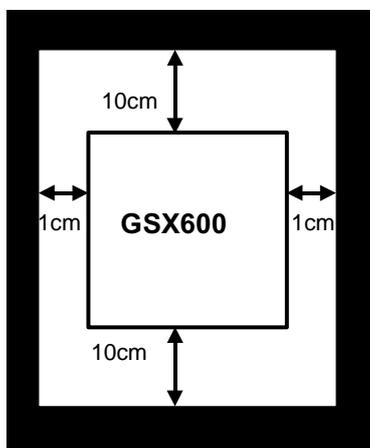

Figure 2-2-1 Sens d'installation et compartiments d'aération entourant le produit
2. Le variateur dégage de la chaleur pendant qu'il fonctionne. Il est donc indispensable de respecter les espaces d'aération spécifiés à la Fig. 2-2-1 pour assurer un refroidissement suffisant. La chaleur générée étant renvoyée vers le haut par le ventilateur de refroidissement incorporé, vous ne devez pas installer ce produit sous un équipement sensible à la chaleur.